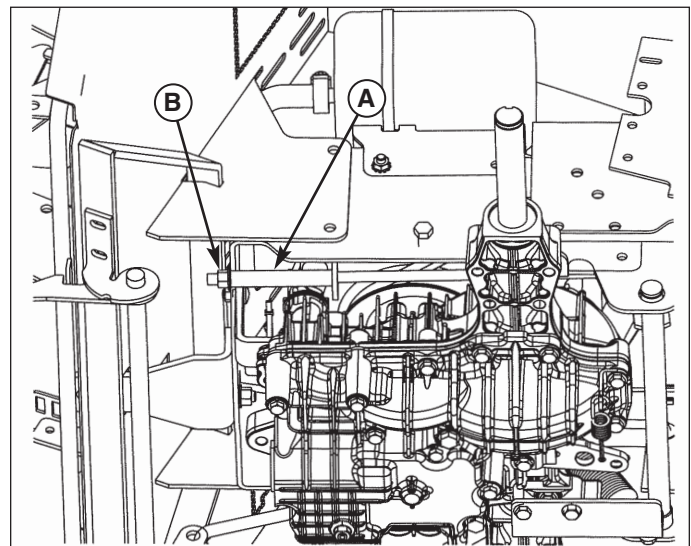

Figure 29.2. Réglage du frein (4WD)
3. Localiser le ressort de frein (A, Figure 29.2) et l'écrou de réglage (B).
4. Avec le frein à main tiré, supprimer l'espace entre le ressort (A, Figure 29.2) et l'écrou de réglage (B).